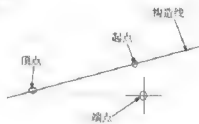

图 3-16
(4) “二等分(B)”参数选项:主要是根据用户指定角度的顶点和起点以及角度的端点来绘制构造线,效果如图 3-16 所示。